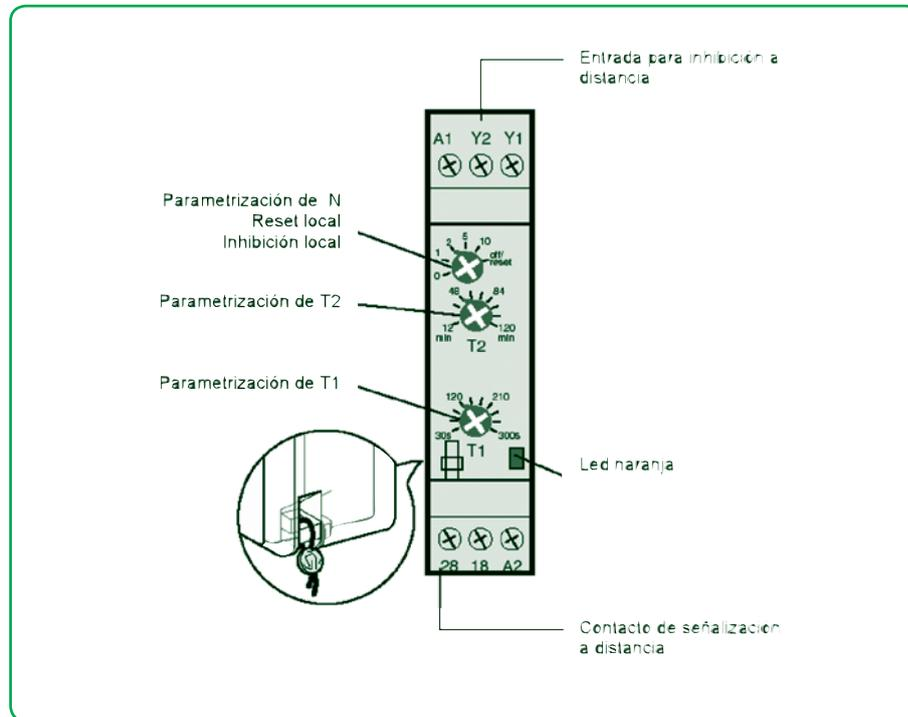

Fig. 8.1. ATm.
Todos los relés de reconexión automática (ATm, ATm3 y ATm7) disponen de un contacto para señalar a distancia la situación de bloqueo del sistema. Ver **figs. 8.1 y 8.2** en pág. 8/6.
El estado del sistema se controla mediante el led naranja situado en el frontal del aparato. Ver **fig. 8.1** en pág. 8/6:
- Orden eléctrica mantenida (a distancia). Ver **fig. 8.1** en pág. 8/6.
- Orden eléctrica impulsional (a distancia). Ver **fig. 8.1** en pág. 8/6.